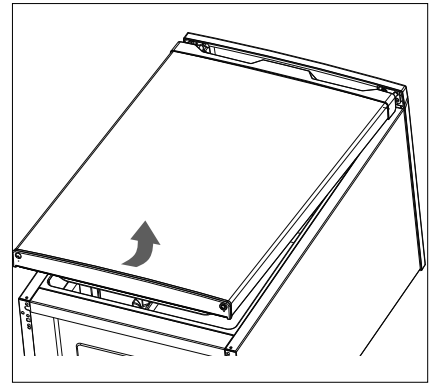

Fig. 4
- ▶ Levante ligeramente la puerta del congelador (4) por abajo y sáquela de la espiga de bisagra superior (fig. 4).
- ▶ Ponga la puerta del congelador (4) de pie a un lado asegurándola contra caídas y sobre una base blanda para evitar posibles arañazos.